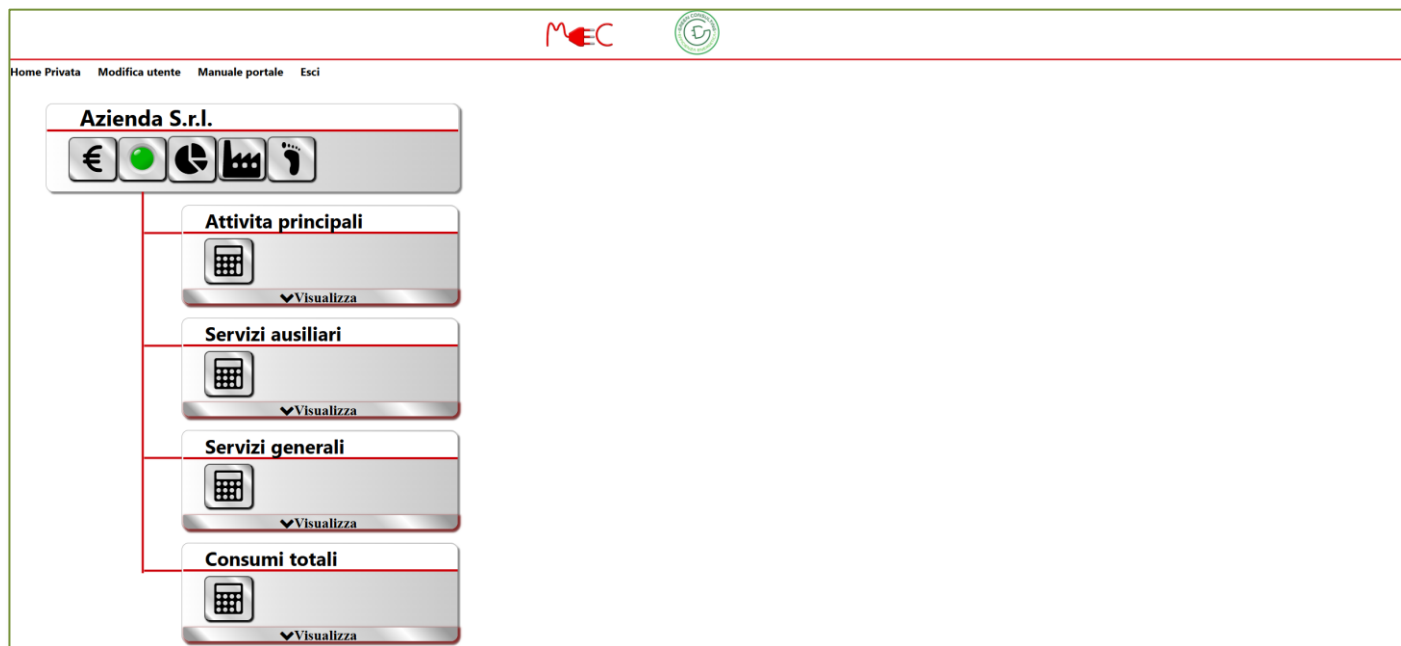

Figura 3 - Albero del monitoraggio
In Figura 3 potete vedere un esempio della suddivisione ad albero di un sistema monitorato. L'albero di monitoraggio è rappresentato come un diagramma a blocchi; ciascun blocco rappresenta un'area aziendale. All'interno di ciascun blocco sono presenti dei pulsanti, ciascuno dei quali rappresenta una funzione del sistema di monitoraggio.
- **Azienda:** Permette di ritornare alla visualizzazione dell'albero di monitoraggio mostrata in Figura 3.